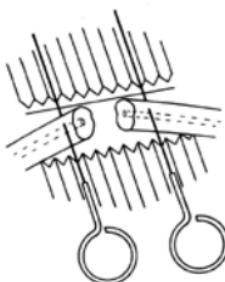

Fig. 2
4. Pass the skewer through the adventitia of each vas a few millimeters from the end and rest the skewers in a V-notch of the plate to stabilize and approximate the vas for anastomosis. (**Fig. 2**)
4. Før spyddet gennem adventitia på hver sædstreng nogle få millimeter fra enden, og stot spyddene i pladens V-indskæring for at stabilisere og approksimere sædstrengegen med henblik på anastomose. (**Fig. 2**)